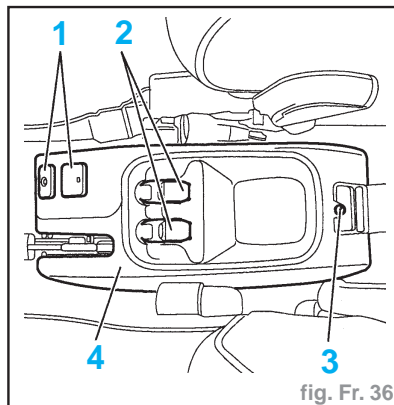
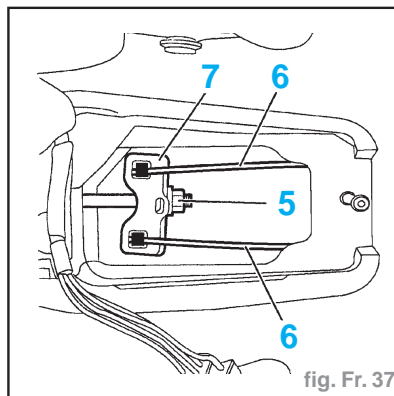

fig. Fr. 36
fig. Fr. 37
- les connecteurs (1) et (2) (fig. Fr. 36)
- la vis (3)
- la console centrale (4)
- Détendre les câbles secondaires en dévissant l'écrou (5) (fig. Fr. 37).
- Serrer légèrement l'écrou (5) jusqu'au début de tension des câbles.